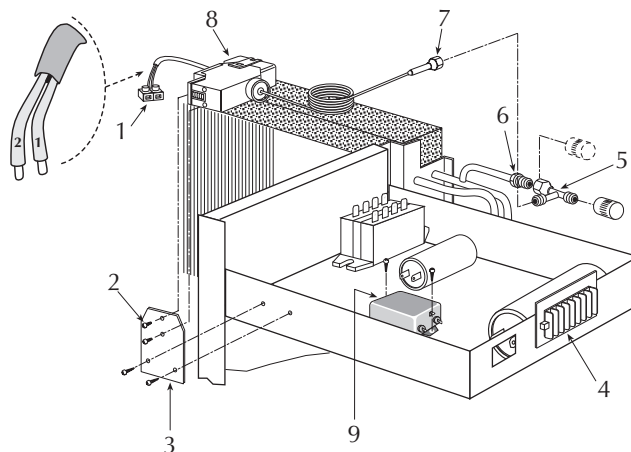

Fig. 1
Per il montaggio procedere come segue (fig. 1 e 2):
- fissare il pressostato (8) al pannello utilizzando le viti (2), (vedi fig. 1 per CX166-266 e fig. 2 per CX-CXL-CXM);
- fissare il filtro RC (9) utilizzando le due viti;
Pour l'installation procéder comme suit (fig.1 et 2):
- fixer, à l'aide des vis (2), le pressostat (8) au panneau; (voir fig. 1 pour CX166-266 et fig. 2 pour CX-CXL-CXM);
- fixer le filtre RC (9) au fond du boîtier à l'aide des deux vis;
To install the DCPX proceed as follows (fig. 1 and 2):
- fix the pressure switch (8) to the panel with the screws (2), (see fig. 1 for CX166-266 and fig. 2 for CX-CXL-CXM);
- fix the RC filter (9) with the two screws;
Für dessen Einbau wie folgt vorgehen (Abb. 1 und 2):
- Druckregler (8) an der Seitenwand der Klemmleiste und der Schrauben (2) befestigen (Siehe Abb. 1 für CX166-266 und Abb. 2 für CX-CXL-CXM);
- den Filter RC (9) am Boden des Schaltkastens mit den zwei Schrauben befestigen;